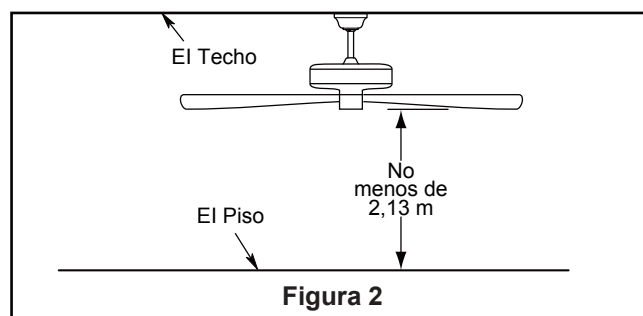

Figura 2
2. Retire el clip de horquilla y pasador de horquilla de la parte inferior de la bola para colgar. Retener el pasador y clip para la reinstalación en el Paso 4. (Figura 2)
Debe colgar el ventilador a una distancia mínima de 2,13 m desde las aspas hasta el piso. (Figura 2)